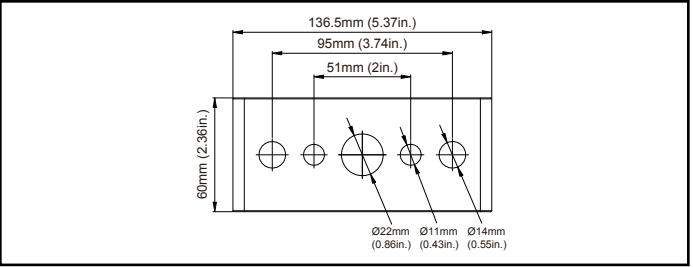

Figure 6
- 5. Fixez le luminaire sur la surface en utilisant la grille de perçage prévue à cet effet sur le support de fixation à emboîtement. Assurez-vous que la visserie de montage (fournie par un tiers) est adaptée à la surface de montage (figure 6).